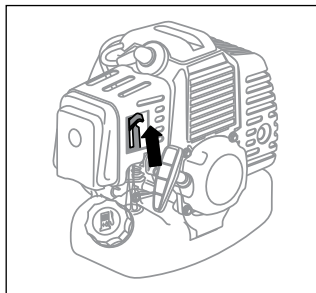

Рис. 12
4. Переверните рычаг воздушной заслонки в верхнее положение – |/| «Закрыто» (рис. 12).
7. Переведите рычаг воздушной заслонки (рис. 12) в нижнее положение ||| «Открыто».
1. Переведите рычаг воздушной заслонки в нижнее положение – ||| «Открыто» (рис. 12).